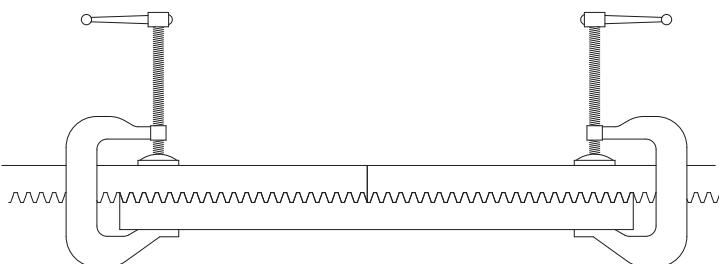

Fig. 1
- Para efectuar la alineación y el paso correctos entre las dos partes de cremallera, conviene utilizar un elemento de empalme durante la fijación como se indica en la fig. 1.
- Para um alinhamento e passo correto entre duas peças de cremalheira, é recomendado o uso de um elemento de ligação na fase de fixação, conforme indicado na fig. 1.
- Se i finecorsa sono di tipo meccanico: R = DESTRO; L = SINISTRO (fig. 1).